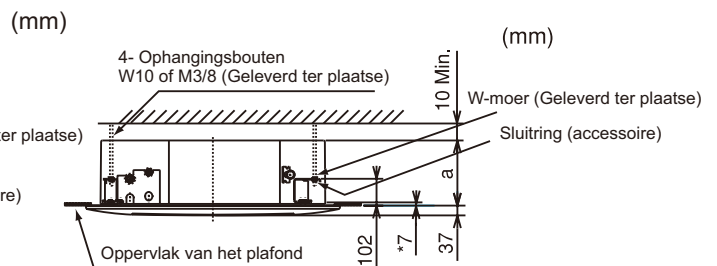

Afb. 3.4 Montage van de ophangingsbouten
- (3) Controleer of het plafond horizontaal niveau waterpas is, anders kan de afvoer niet stromen.
- (4) De delen die geopende kunnen worden van het verlaagd plafond moeten versterkt worden.
- (5) De ophangingsbouten monteren, zoals weergegeven in afbeelding .3.4